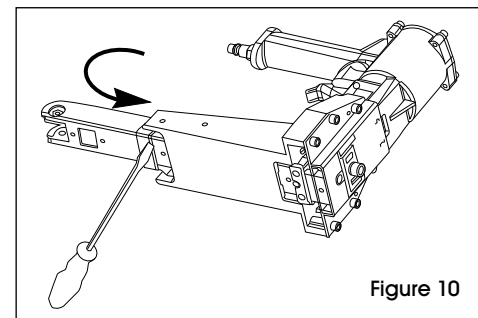

Figure 10
2. Dégagez l'obstruction et réinsérez le magasin. Forcez la fermeture du dispositif de déverrouillage en cas d'obstruction. (Voir Figure 10)